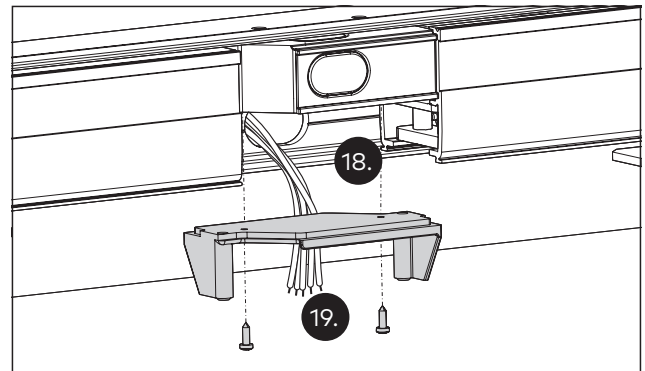

Abb. 24 Den mittleren Berührungsschutz montieren
18. Den mittleren Berührungsschutz einsetzen (Abb. 24).
19. Die Schrauben festschrauben (Abb. 24).